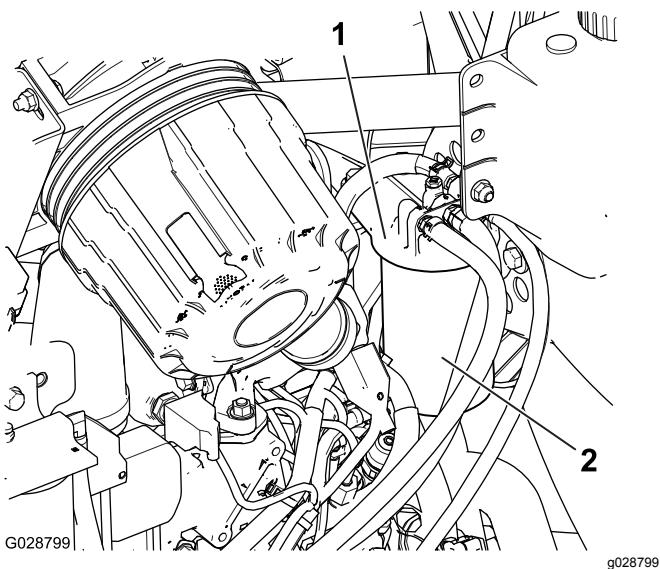

Figura 72
1. Limpie la zona alrededor de la cabeza del filtro de combustible (Figura 72).
- 2. Retire el filtro y limpie la superficie de montaje de la cabeza del filtro (Figura 72).